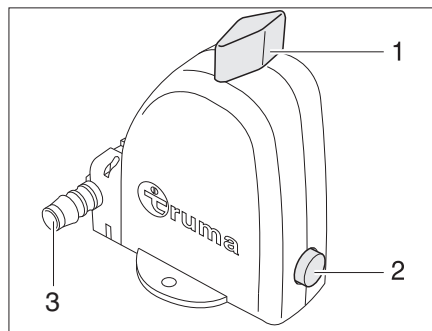

Fig. 311 Válvula de seguridad/purga de la caldera - Posición de funcionamiento
La caldera está equipada con una válvula de seguridad/purga (Fig. 311). La válvula de seguridad/purga evita que el agua de la caldera se congele cuando no esté conectada la calefacción en caso de helada.
- ▷ El tubo de vaciado (Fig. 311,3) de la válvula de seguridad/purga debe estar siempre exento de ensuciamientos (p.ej. follaje, hielo).
- Girar el botón giratorio (Fig. 311,1) en 90° longitudinal a la válvula de seguridad/purga.
El pulsador (Fig. 311,2) salta afuera. La caldera se vacía hacia fuera a través del tubo de vaciado (Fig. 311,3) de la válvula de seguridad/purga
- Girar el botón giratorio (Fig. 311,1) en 90° transversal a la válvula de seguridad/purga.
- Presionar el pulsador (Fig. 311,2).